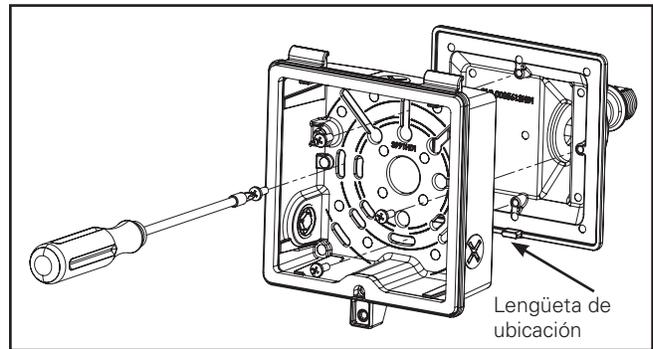

Figura 3.
4. Use los cuatro tornillos de cabeza Phillips 8-32 x 1/2" para unir la caja trasera a la unidad de base del reflector de codo. Pase los conectores para cables a través del orificio central del conducto para cables. Utilice la lengüeta de ubicación de la placa base del reflector de codo para alinearla con la caja trasera. Ajuste/gire los cuatro tornillos hasta 30-40 in-lb. Asegúrese de que todos los tornillos estén igual de ajustados. Asegúrese de que la placa del codo esté TOTALMENTE presionada contra la caja trasera. La compresión total hará que no se vea ninguna brecha entre la caja trasera y la base del reflector de codo. (Figura 3.)